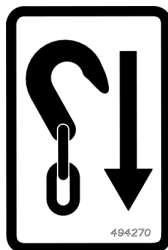

Рис. 1.9
- 7 Закрепите машину с помощью подходящих крепежных средств в соответствии с действующими правилами. Крепежные средства необходимо прикреплять к машине в местах, обозначенных табличками; см. "Рис. 1.9".